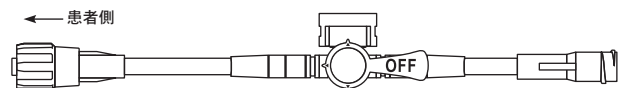

図21 サンプリングポジション
- (1) 採血を行うために、前述の方法に従ってVAMPキットを準備します。
- (2) 活栓付きプラネクタの場合は、ハンドルをサンプリングポジションにします（図21）。